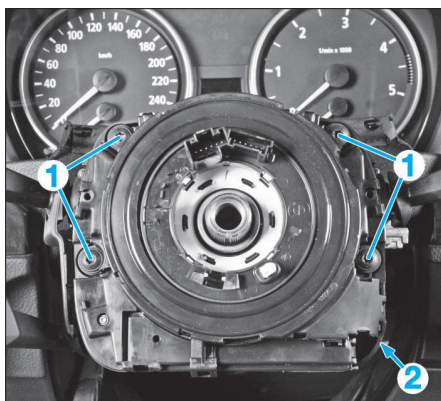

FIG. 6
- Déposer les vis (1), débrancher les connecteurs (2) puis déposer l'ensemble commodos / contacteur tournant (Fig.6).